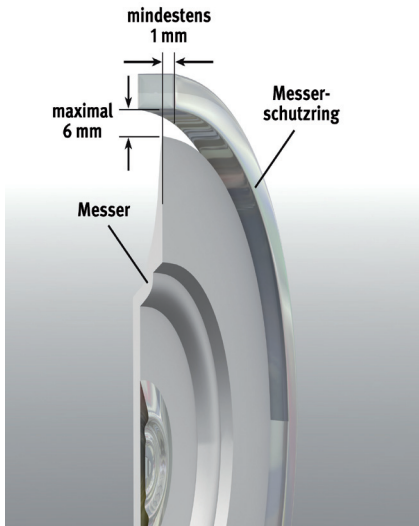

Abb. 3: Messerschutz ohne Rundmesserabdeckung (oder Messerabdeckung ohne Verriegelung)
Wenn keine Messerabdeckung angebracht ist oder wenn eine Messerabdeckung ohne Verriegelung (d. h. keine Abschaltung beim Entfernen der Abdeckung) vorhanden ist, darf der Abstand zwischen Messerschutzring und Messerschneide maximal 6 mm betragen (Abb. 3).
Das Segment des Messers, das zum Schneiden verwendet wird, darf zur Horizontalen maximal einen Öffnungswinkel von 60° aufweisen (Abb. 6). Der Messerschutzing muss mindestens 1 mm in Schlittenrichtung über die Messerschneide überstehen (in Richtung Schlitten), um ein Abdecken der Messerschneide zu gewährleisten (Abb. 3 und 4).
- bei allen anderen Aufschnittschneidemaschinen sind es maximal 6 mm (Abb. 3).